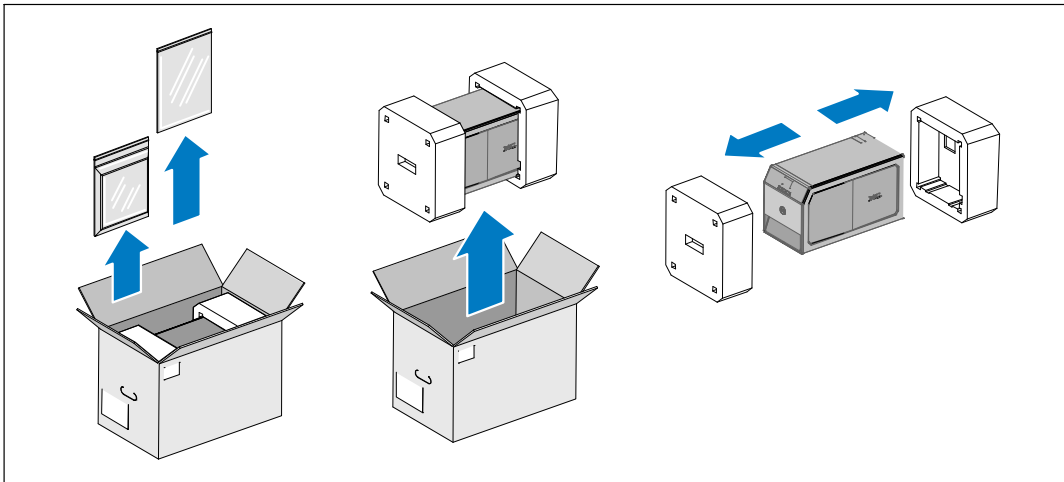

Abbildung 2. Auspacken des Systems
- 1 Packen Sie Ihr System aus und prüfen Sie die Vollständigkeit der Teile (siehe Abbildung 2).